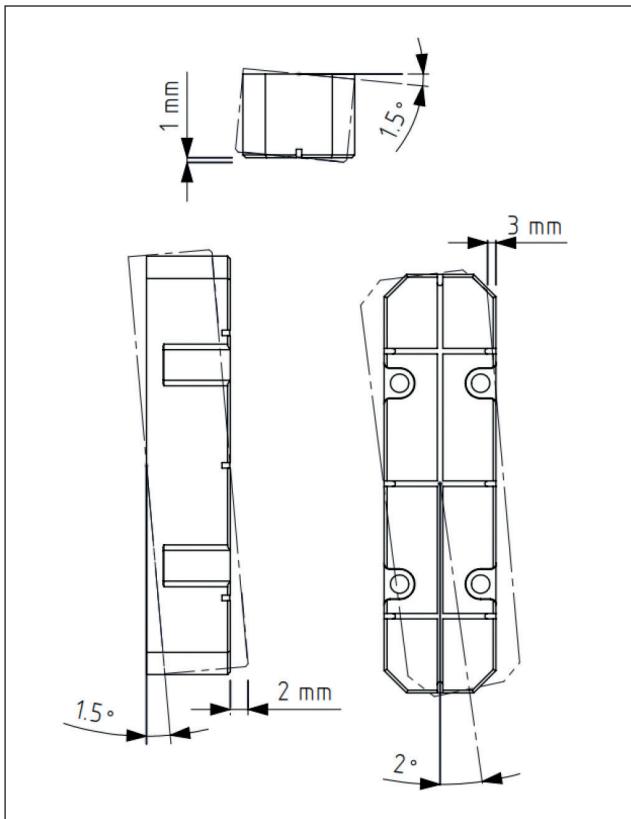

Fig. 29.
4. Verifique se os requisitos de alinhamento do ímã a seguir não foram excedidos. Veja a Fig. 29.